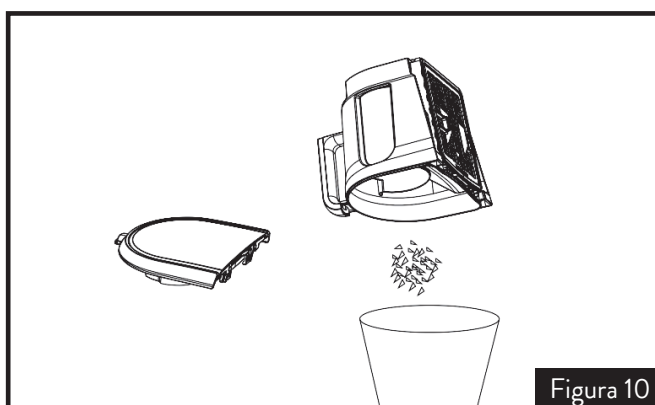

Figura 10
4. Descargue el recipiente en el cesto de basura como muestra la figura 10.